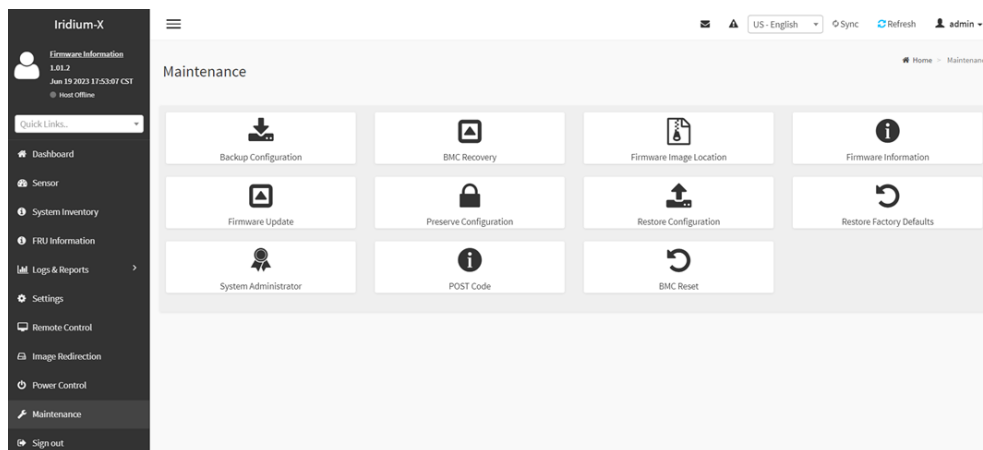

Рисунок 42 - Раздел «Maintenance»
9) Раздел «Maintenance» содержит настройки и информацию о BMC (см. Рисунок 42).